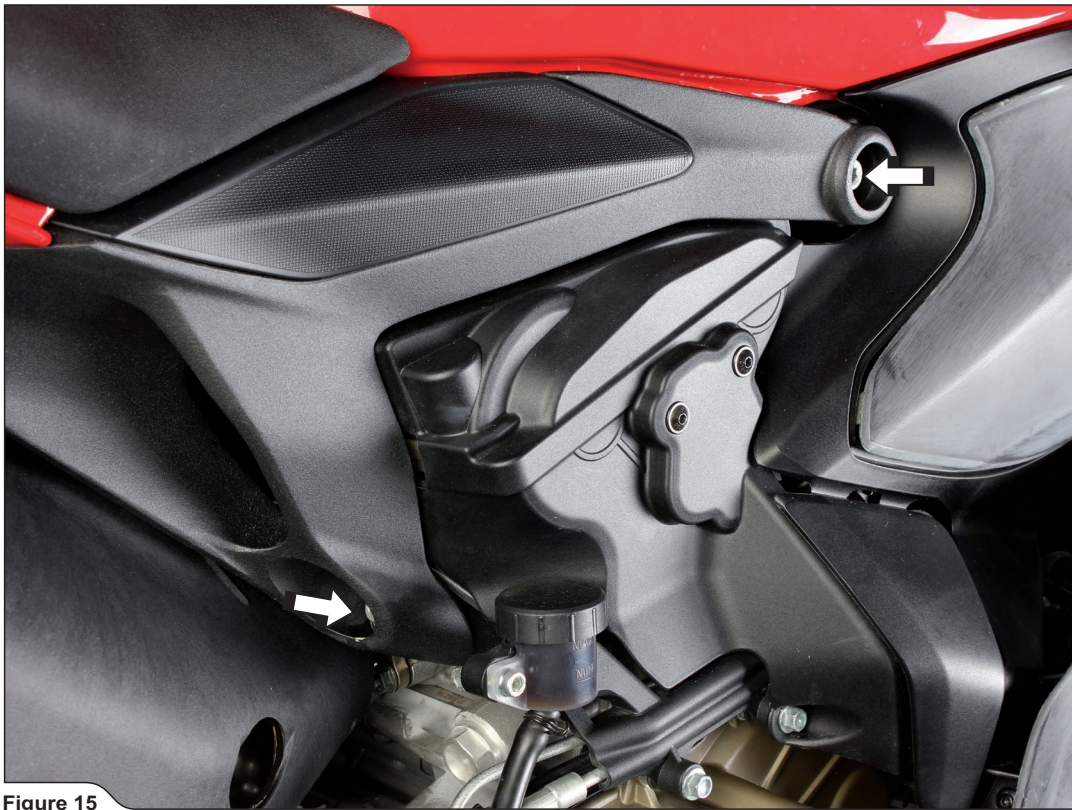

Figure 15
11. ライダーシートを取り外します。車両の両側から、図に示すサブフレームのボルトを緩めて外します (図 15)。